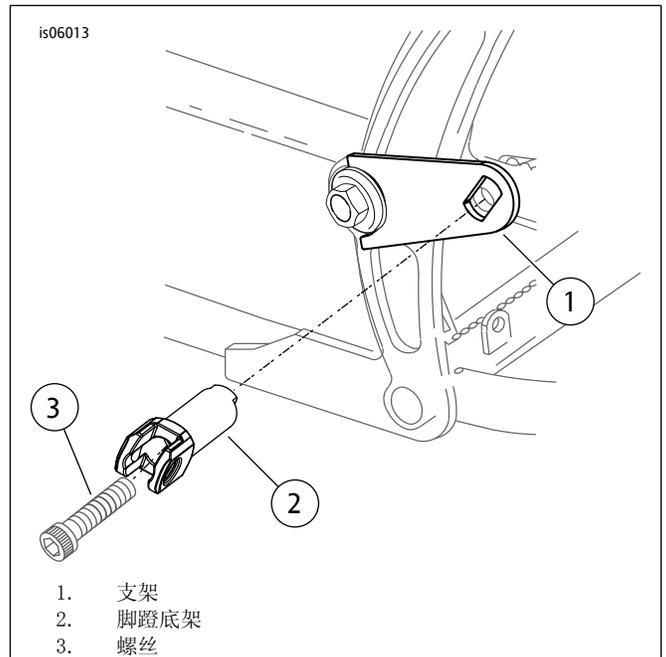

图2。安装支架和脚踏底架
1. 参见图2。安装脚踏支架( 1 )和底架( 2 )，方法如下：